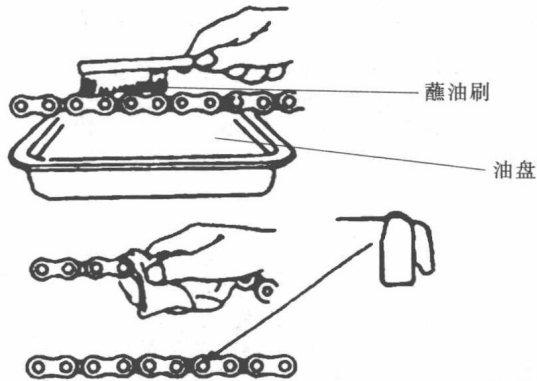

图 1-1 链条的清洗
(1) 蓄电池的技术维护 ①启动或上坡时脚蹬助动,避免频繁制动起步。②有条件的用户随用随充电。③加速时缓慢旋转调速转把,不宜调节太快。④不使用回升电压行驶。⑤长期不用时充满电存放并定期充电,一般20~30天补充一次。⑥冬天气温低于-15℃时应将蓄电池放置于室内,以防第二天使用时无法启动。
(2) 轮胎的维护 ①经常检查轮胎气压,使其随时保持正常气压。一般是以手指用力按压,略能压下一点为准。充气过度和不足都不可取。②清除外胎花纹沟槽中的异物,避免坚硬锐利异物刺坏内、外胎。③检查外胎磨损情况,超过磨损极限应予更换。④检查气门嘴是否偏歪,偏歪严重时应及时校正。⑤车胎切忌粘上机油,如果不慎把机油溅到车胎时,要及时擦干净,以免造成车胎变形。
(3) 传动链条的维护 ①经常擦拭链条,保持清洁,并注意要定期加少量机油进行润滑,以减少磨损,如图1-1所示。②按规定检查和调整链条的松紧度。③转动链轮,检查链条接头处锁片的保险程度,应无脱扣情况。④检查链轮和飞轮是否在一个平面内,必要时予以调整。⑤严重磨损的链条,应及时更换,如图1-2所示。⑥切忌在链条上用厚质油(黄油)涂抹。一是厚质油易使链条粘上尘土而降低驱动效果;二是链条上的厚质油过多或过稠,会粘满飞轮内外,造成飞轮内的千斤簧不能跳起,导致飞轮出现蹬空现象。